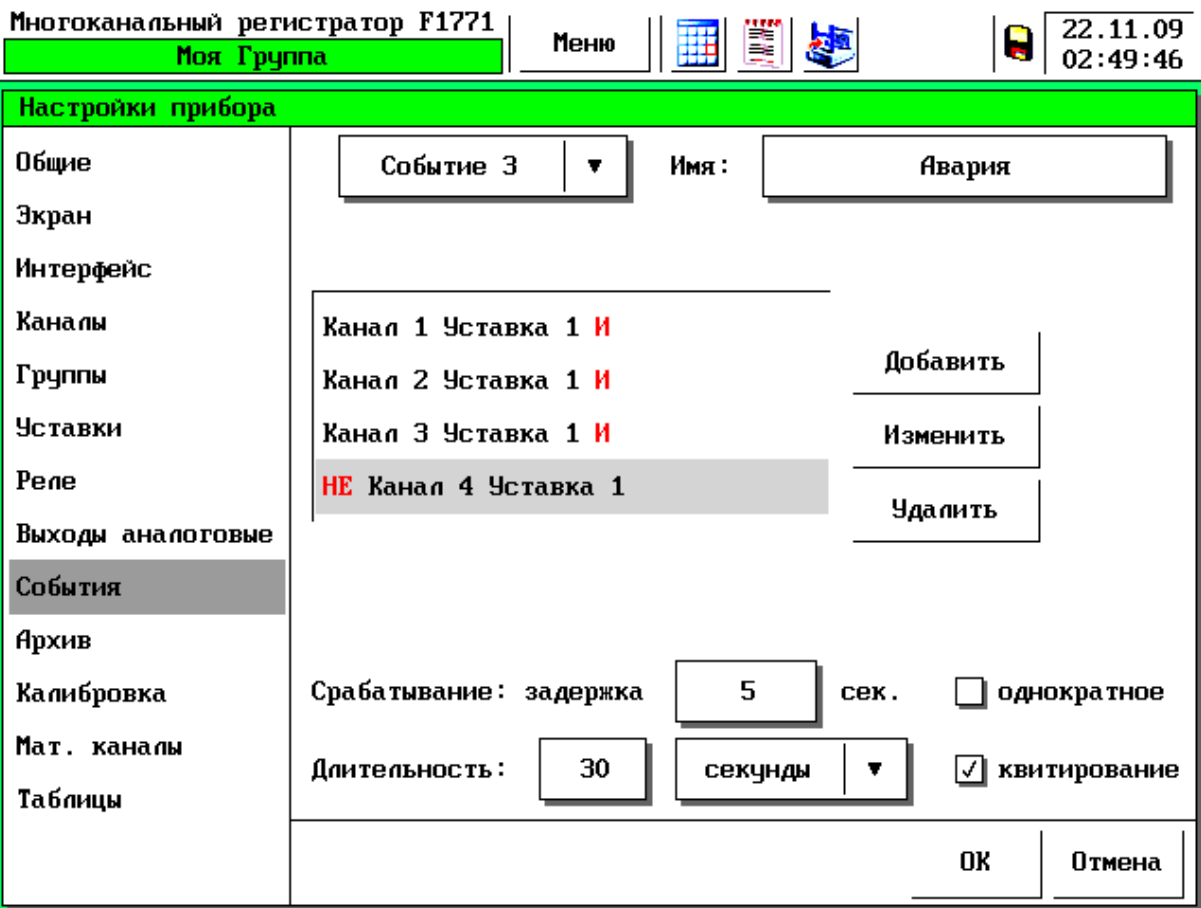

Рисунок 37 – Раздел меню «События»
5.9.6 С помощью СЭ можно выбрать одно из условий события – выделенное условие имеет серый фон (см. рисунок 37). Кнопка «Изменить» позволяет редактировать выделенное условие с помощью диалогового окна показанного на рисунке 38. Для удаления выделенного условия служит кнопка «Удалить».